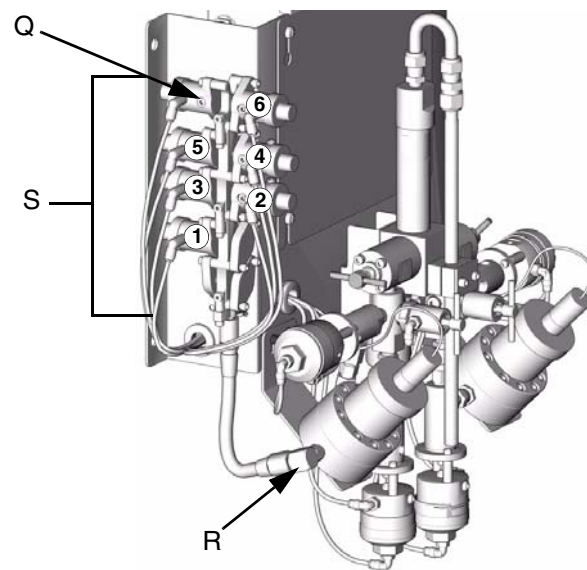

FIG. 13
- b. **Sistema de múltiples colores:** conecte también una línea de suministro de fluido a la válvula de cambio de color (Q), marcada “**DISOLVENTE CC**”. FIG. 13.
- **Sistema de un solo color:** conecte una línea de suministro a la entrada (R) del caudalímetro del componente A. FIG. 13.
- **Sistema de múltiples colores:** conecte las líneas de suministro del componente A a las entradas de la pila de válvulas de cambio de color (S). FIG. 13. El número del color está marcado en la línea de suministro de aire de la válvula.